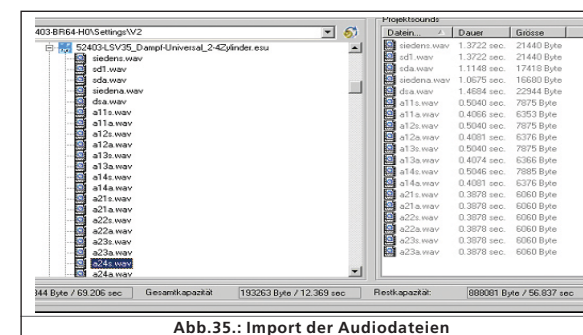

Abb.35.: Import der Audiodateien
- Setzen Sie in den mittleren Teil des ersten SoundSlots „siedens.wav“. Wiederholen Sie das mit „d12s.wav“ und „siedens.wav“ im zweiten Slot usw., sodass am Ende „D1“ wie in Abb.35. aussieht.